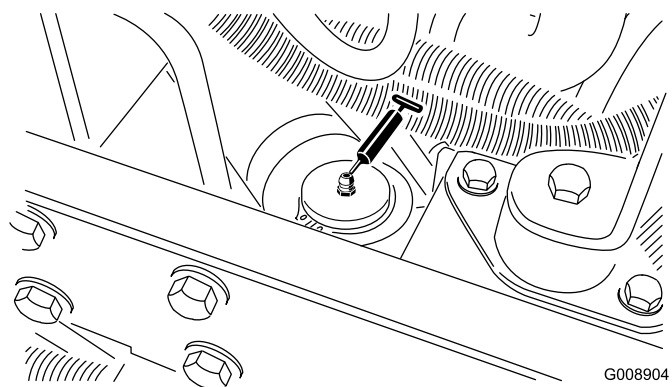

Figura 38
- Cilindro da direcção (Figura 38).